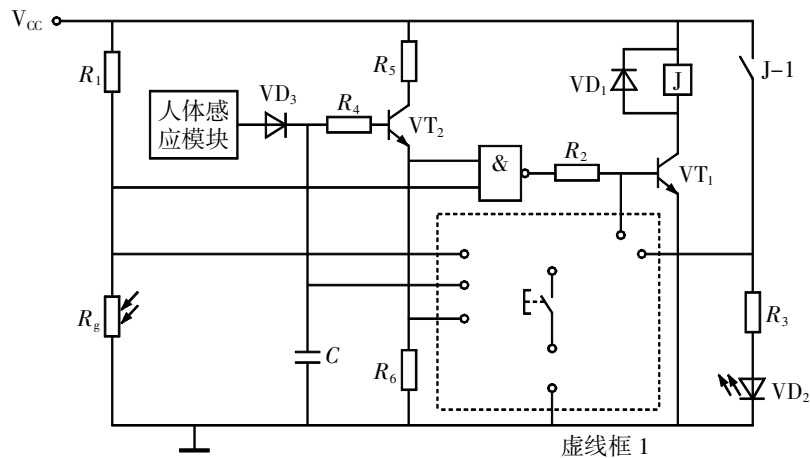

图 3
(3)小明现要在图 3 虚线框位置增加按键开关,按压按钮开关, VD_2 熄灭。请在虚线框 1 中选择合适的端子连接。